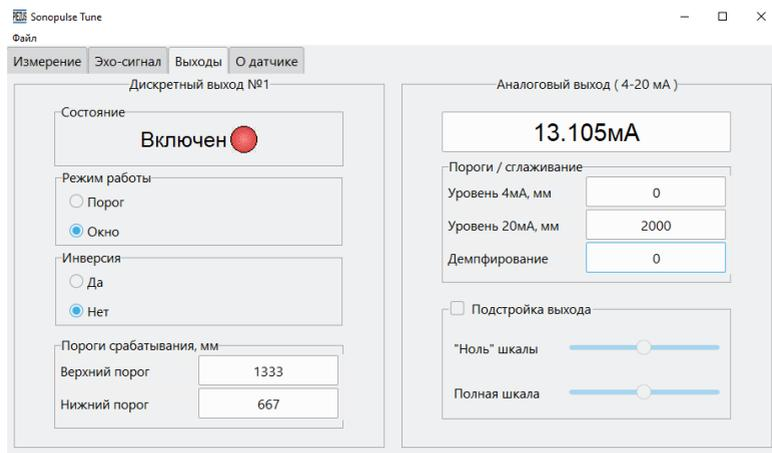

Рисунок 2.4 – Пример вида вкладки «Выходы».
5) На вкладке «**Выходы**» отображаются настраиваемые параметры работы дискретного и аналогового (или второго дискретного, в зависимости от исполнения) выходов (**рисунок 2.4**).